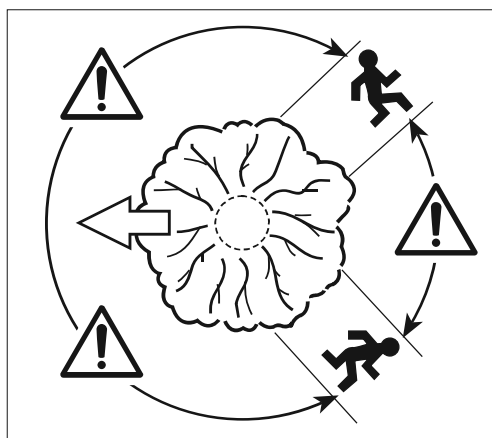

Fig. 25
3. Debe planificar y preparar una ruta de escape antes de iniciar el corte. La ruta de escape debe ir hacia atrás diagonalmente hasta la parte trasera de la línea de caída esperada (Fig. 25).